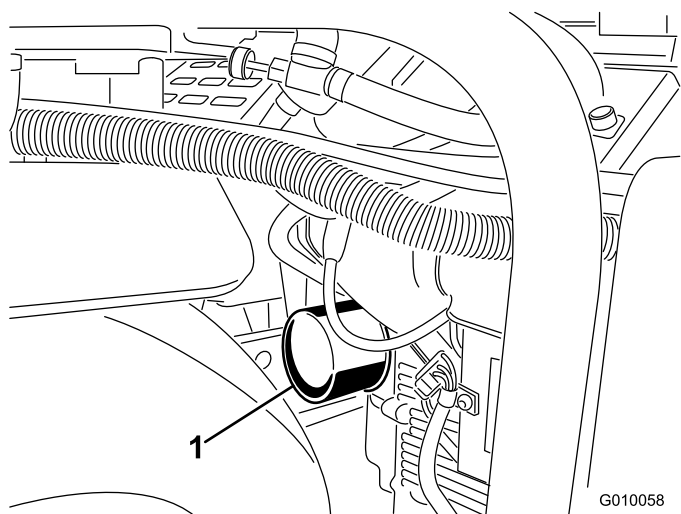
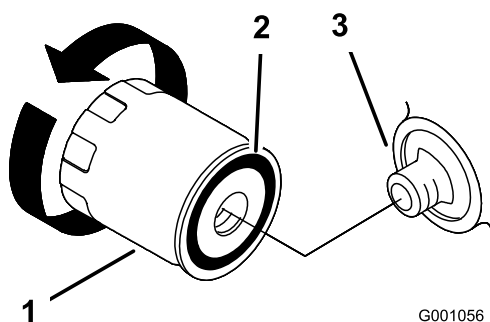

Figura 47
Figura 48
6. Coloque um recipiente pouco profundo ou um pano debaixo do filtro para apanhar o óleo (Figura 47).
7. Remova o filtro de óleo antigo (Figura 47 e Figura 48) e limpe a superfície da junta do adaptador do filtro.